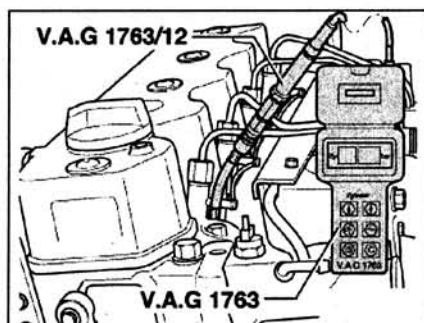

Рис. 2.109. Вкрутите переходник V.A.G 1763/12 в отверстие под свечу накаливания и проверьте компрессию тестером V.A.G 1763 или 1381.
3. Вкрутите переходник V.A.G 1763/12 в отверстие под свечу накаливания (рис. 2.109). Проверьте компрессию тестером V.A.G 1763 или 1381.